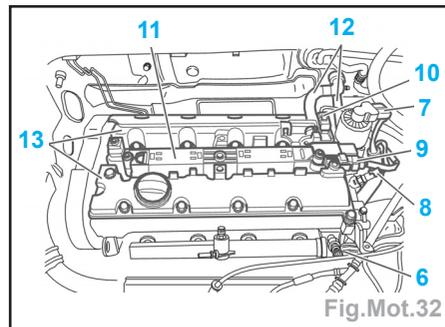

Fig.Mot.32
- le tuyau d'alimentation carburant (2),
- le filtre à air et le raccord d'entrée d'air (3),
- le tube-guide jauge à huile (4) et la jauge.
- Débrancher le tuyau de réaspiration des vapeurs d'huile (5).
- Déposer le collier (6) (Fig.Mot.32).